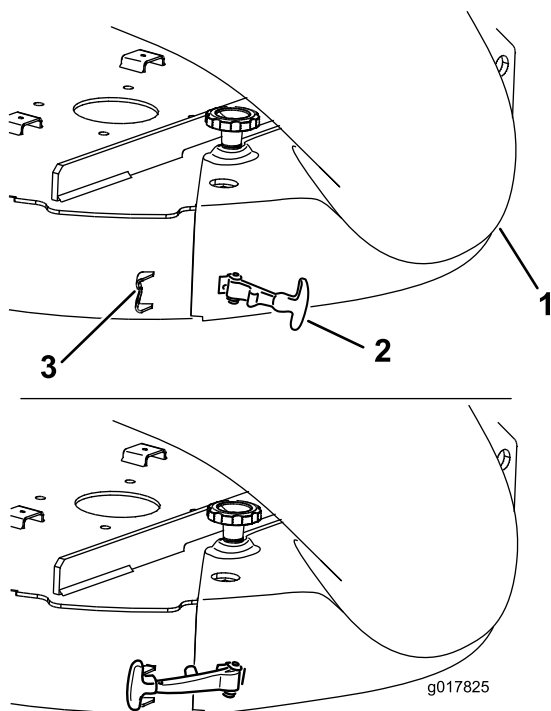

Figura 27
6. Enganche el cierre flexible del conducto en el soporte de retención soldado a la carcasa de corte, detrás del orificio (Figura 27).